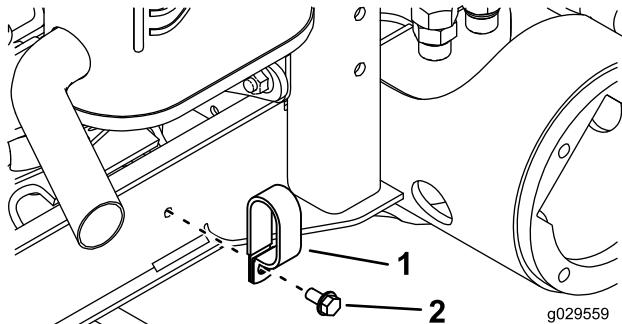

Рисунок 2
- Выверните болт крепления шлангового хомута к швейлеру рамы с правой стороны машины (Рисунок 2).